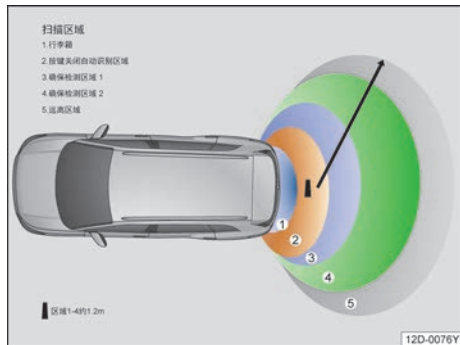

图 53 感应式行李厢盖开启和关闭钥匙有效识别区域
在关闭点火开关情况下，所有车门关闭，携带有效汽车钥匙位于行李厢盖的识别区域，如图→图 53，通过脚踢后保险杠下的传感器检测区域，可激活 Easy open 功能，使行李厢盖自动解锁和打开。行李厢盖处于开启状态后，通过再次脚踢动作，可激活 Easy close 功能，并伴有规律的蜂鸣声响起，在蜂鸣声响起后携带汽车钥匙远离汽车，可使行李厢盖自动关闭。
感应式行李厢盖关闭（Easy close）功能激活后，汽车控制单元会对车尾区域信号强度测量来查找授权的钥匙。如果识别到授权的钥匙，用户有 20 秒的时间可以离开这个识别区域（约 1.5 米区域，如图→图 53），并同时伴有规律的蜂鸣声以提醒客户，客户需待蜂鸣警报声响起后，携带钥匙离开识别区域⑤→图 53，则行李厢盖自动关闭。